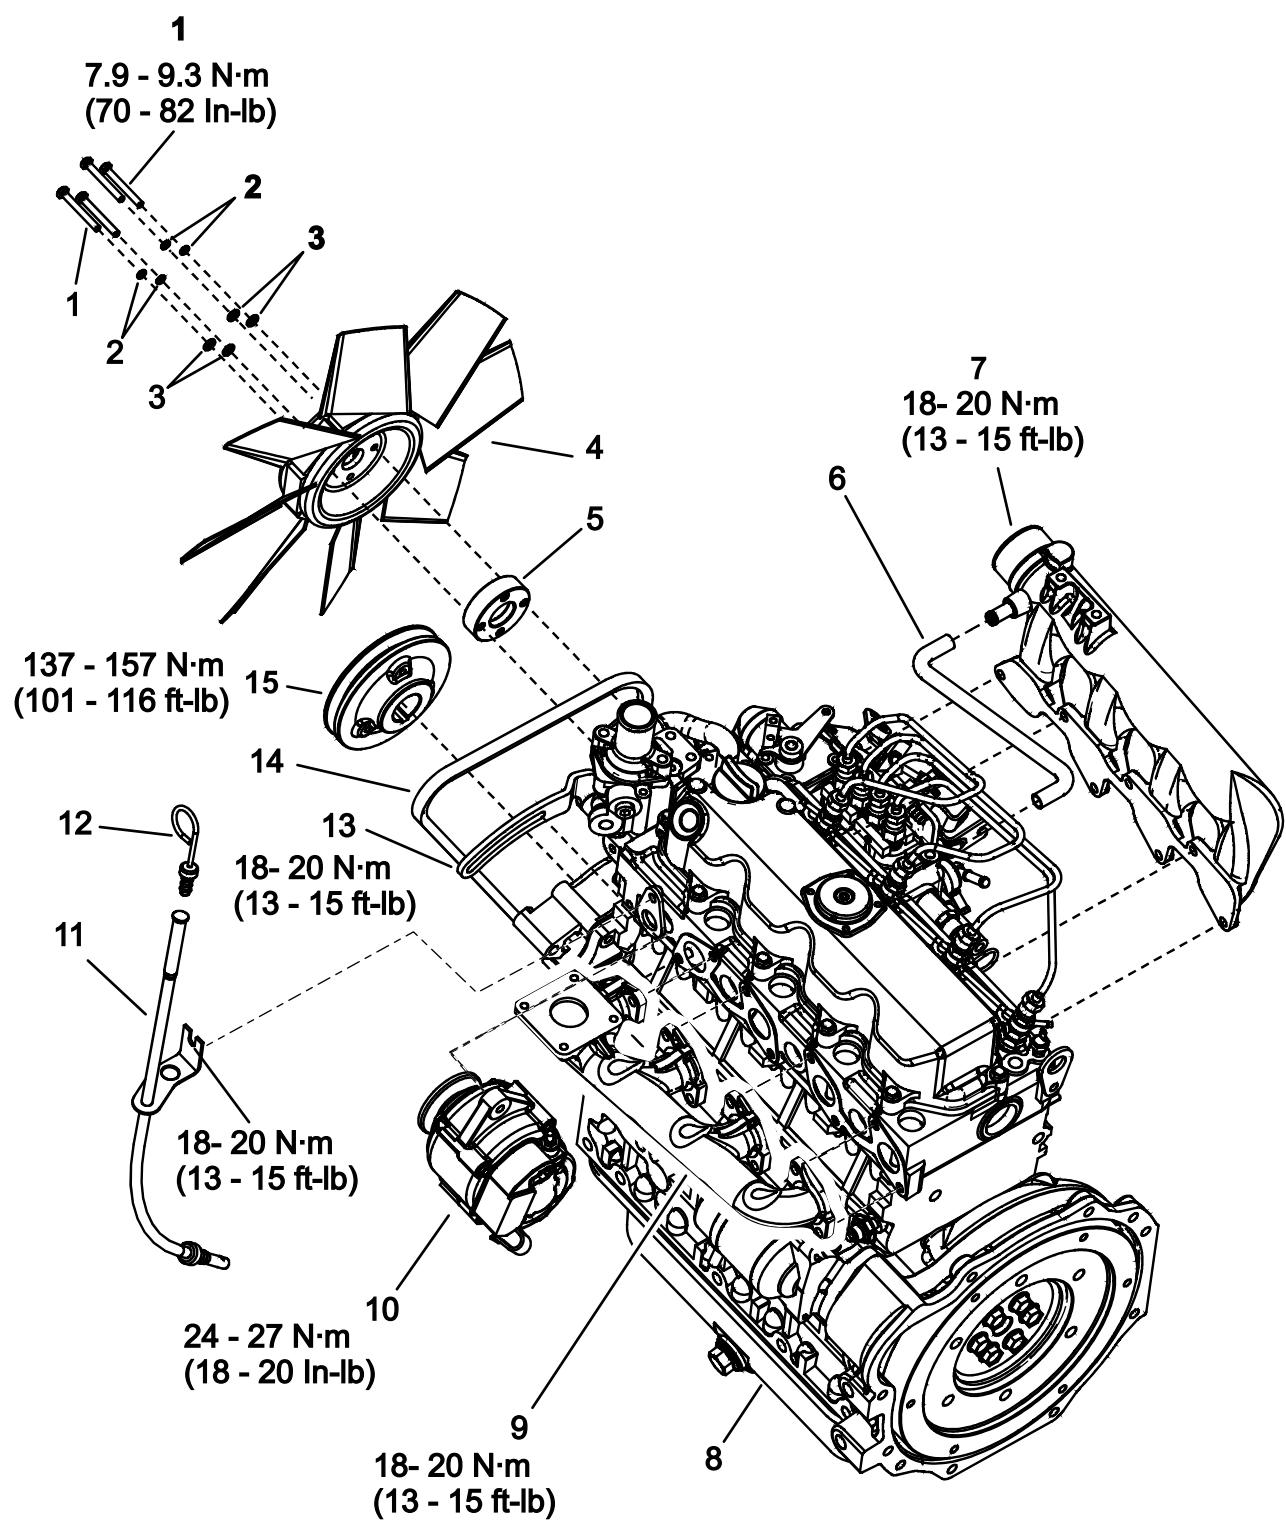

Figura 5
1. Rimuovete i componenti mostrati nella Figura 5 dal vecchio motore e montateli sul nuovo motore.